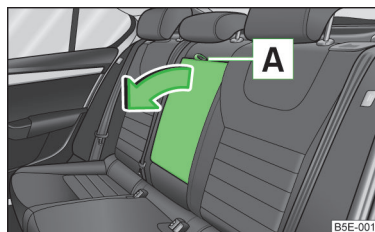

Fig. 53
► Trageți de curelușa **A** » fig. 53 și rabatați în față cotei-